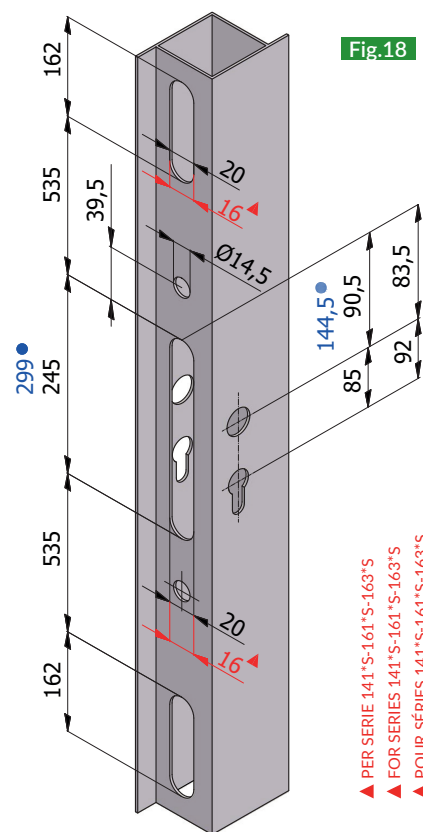

Fig.18
1. Eseguire cave e fori per alloggiamento serratura, deviatori e pinze guida asta. **Fig.18**
1. Make housing and slots to fit lock, deviators and guide rod clamps. **Fig.18**
1. Faire les découpes et les trous pour loger la serrure, les déviateurs et les guides tringles. **Fig.18**